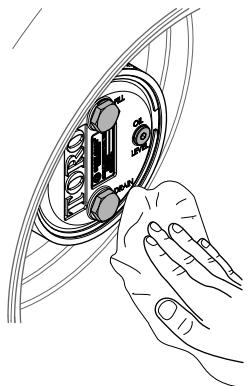

Figura 95
- Limpie los alojamientos del freno y de los engranajes planetarios (Figura 95).